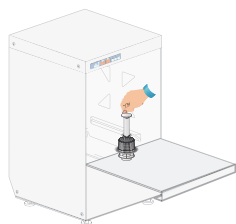

Fig. 5
- Contrôler si le filtre est bien placé dans son propre siège (Fig. 5 - Fig. 6).
- Introduire le tube du trop plein dans son logement situé à l'intérieur de la cuve (Fig. 5 - Fig. 6).